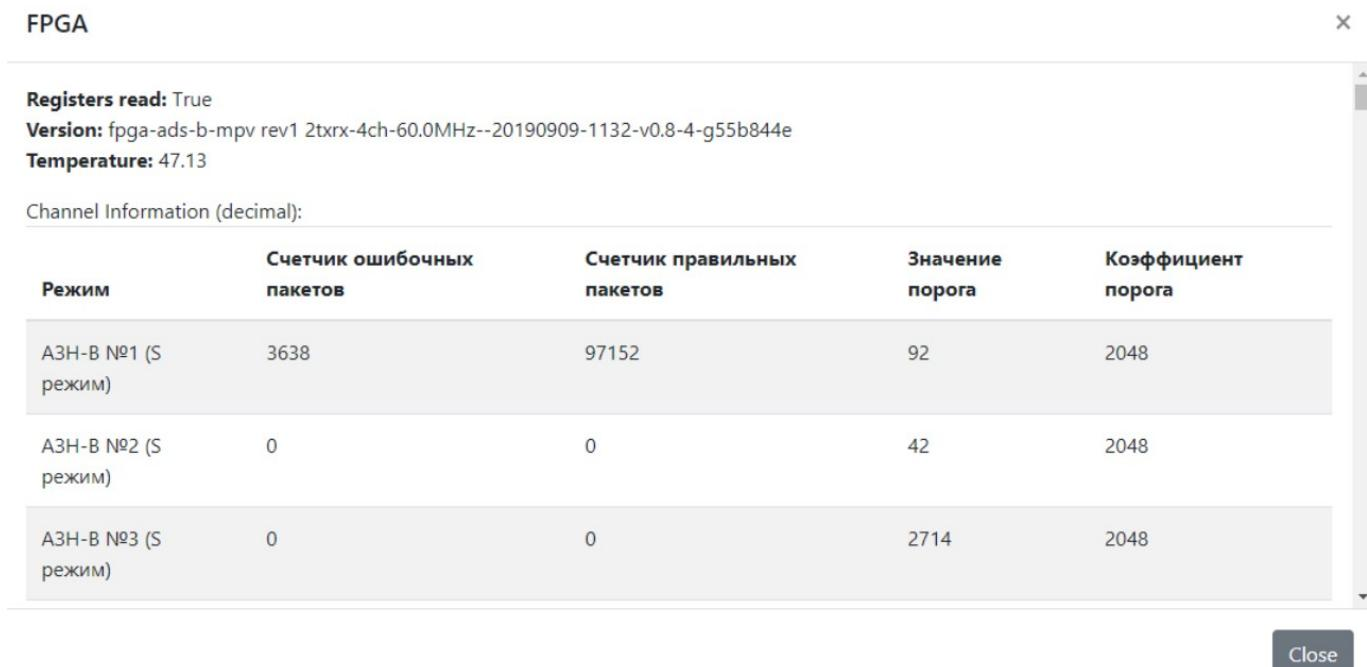

Рисунок 13
3.8.6.3. Нажатие с помощью манипулятора на индикатор «ПЛИС» открывает окно со служебной информацией о работе процессора, корректности декодирования радиосигналов согласно примеру, приведенному на рис. 13.